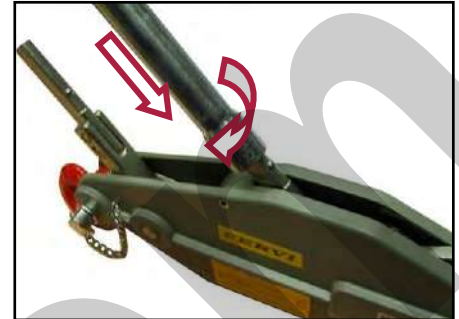

Figura 13 – Inserimento dell'asta sulla leva B.
1. Inserite la leva di azionamento dell'argano sulla leva (B), nel seguente modo (Figura 13):
- infilate la leva di azionamento sulla leva (B), avendo cura di far combaciare la scanalatura interna con il puntalino di riferimento presente sulla leva (B);
- dopo aver infilato completamente la leva di azionamento, ruotatela di circa $\frac{1}{4}$ di giro in senso orario per bloccarla sulla leva (B).